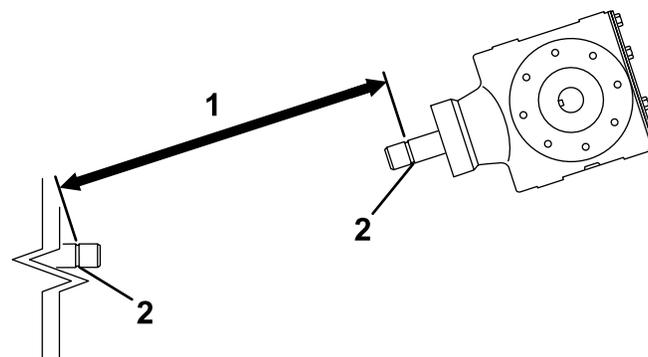
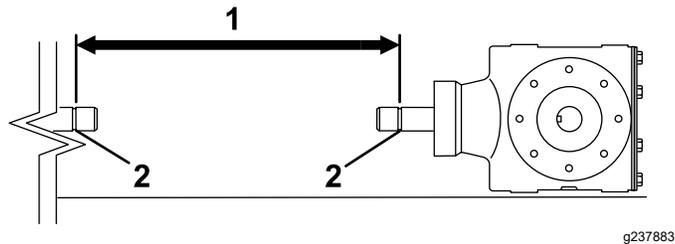
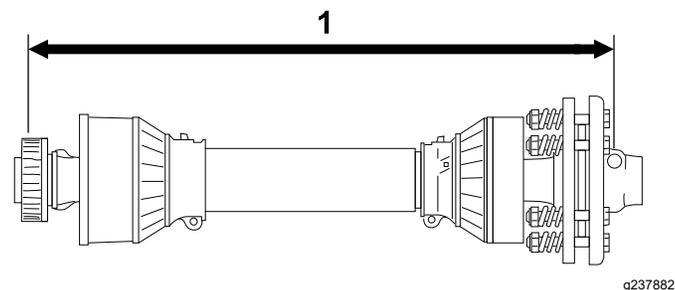

Figura 12
Figura 14
Figura 15
3. Mida la distancia entre la ranura de bloqueo del extremo del árbol de la TDF de la unidad de tracción y la ranura de bloqueo del eje de la caja de engranajes del aireador (Figura 12).
- Mida la distancia entre la ranura de bloqueo del extremo del árbol de la TDF de la unidad de tracción y la ranura de bloqueo del árbol de la TDF de la caja de engranajes del aireador (Figura 14).
- Mida la distancia desde el centro de la bola del pasador de bloqueo en el extremo del árbol de la TDF hasta el centro del pasador de bloqueo en el otro extremo (Figura 15).
- Usando la menor de las 2 medidas de Figura 14 y Figura 12, reste esa distancia a la distancia de Figura 15. Ejemplo: 81 cm menos 67 cm es igual a 14 cm.